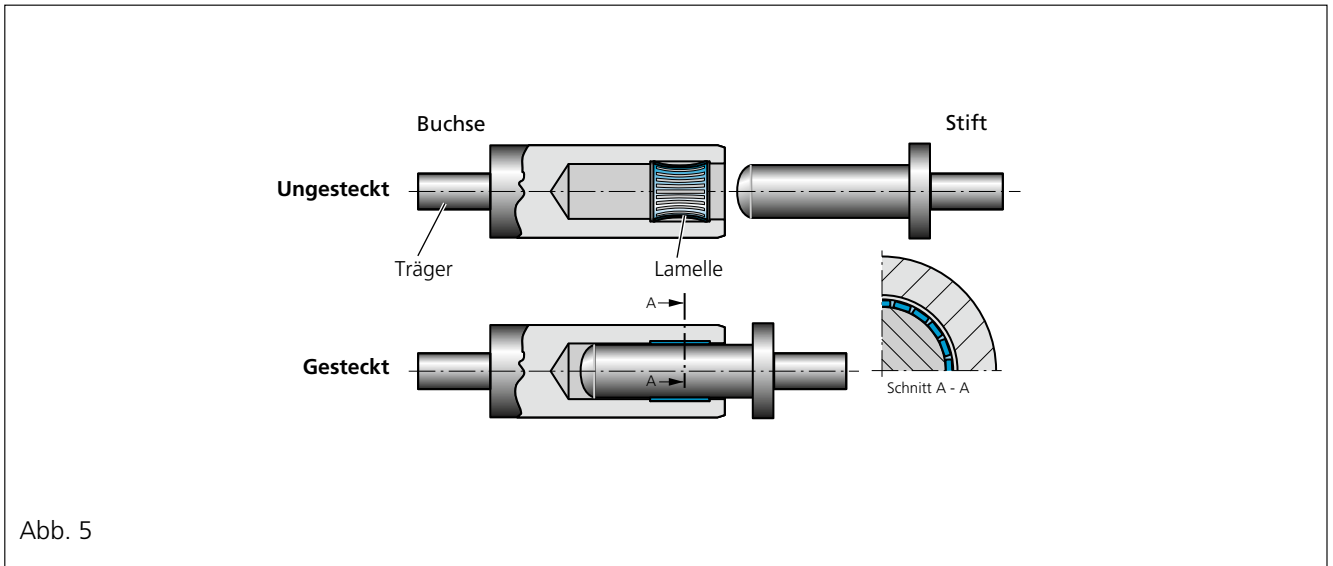

Abb. 5
**Der Lamellenkontakt** bietet eine wesentlich höhere Anzahl von Berührungsflächen. Dabei werden eine oder mehrere gestanzte Lamellen in einen gedrehten Träger montiert (Abb. 5).